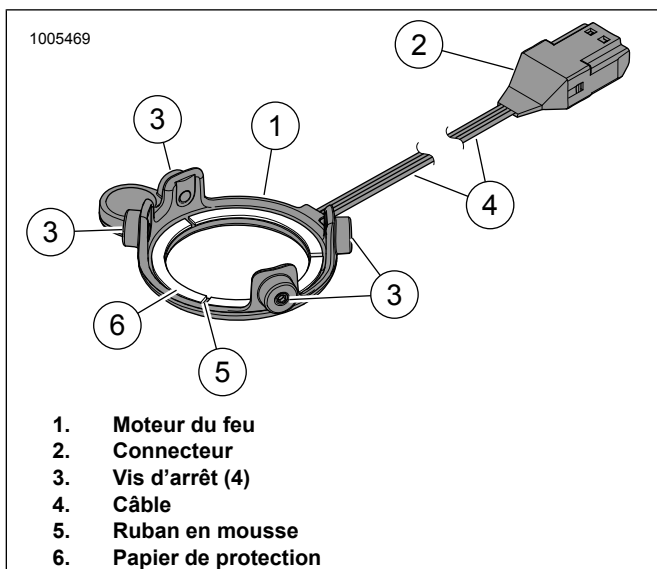

Figure 20. Feu DÉL, haut-parleur Stage I de la sacoche
11. Voir la figure 20. Retirer le papier de protection (6) du ruban en mousse (5) à l'arrière du moteur du feu (1).